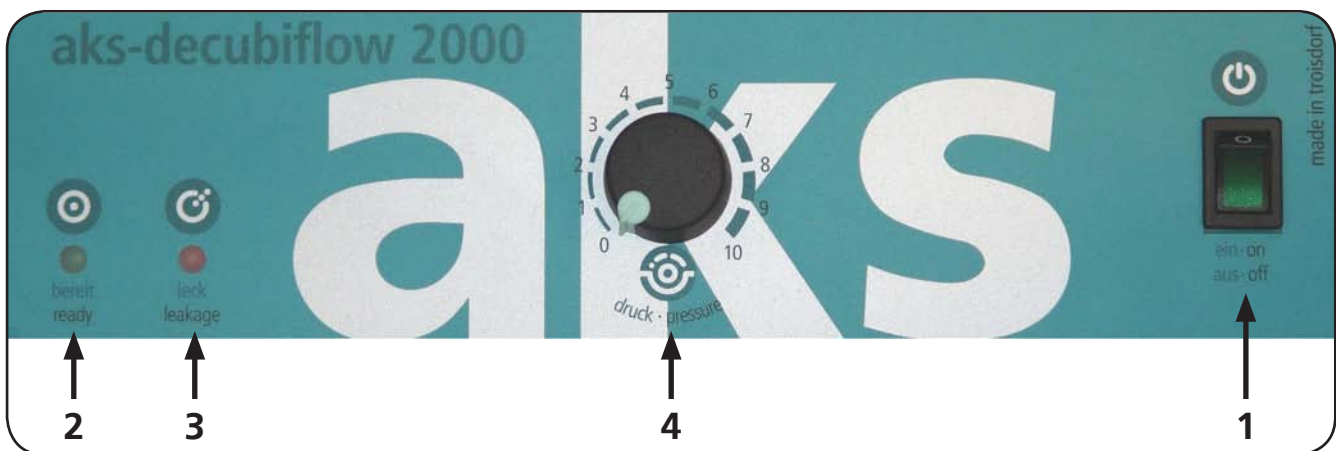

Abbildung 05
1. Schalten Sie das Aggregat mit dem Netzschalter ein (siehe Abbildung 05). Die Betriebskontrollleuchte im Netzschalter leuchtet grün auf. Gleichzeitig leuchtet die rote LED „leck“ (siehe Abbildung 05).
3. Hat die Wechseldruckmatratze ihren Betriebsdruck erreicht, erlischt die rote LED „leck“ und die grüne LED „bereit“ (siehe Abbildung 05) leuchtet auf. Überprüfen Sie noch einmal den korrekten Sitz der Wechseldruckmatratze und das Wechseldrucksystem auf eventuelle Undichtigkeiten.